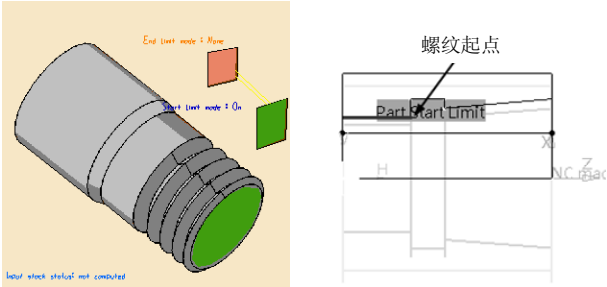

图 6-154 定义螺纹起点 (2)
- 定义螺纹起点（2）。右键单击“Start limit mode”，在系统弹出的对话框中选择“On”命令，激活螺纹起点感应区，单击起始极限元素感应区，选择如图 6-154 所示的点，在空白处双击鼠标左键返回。